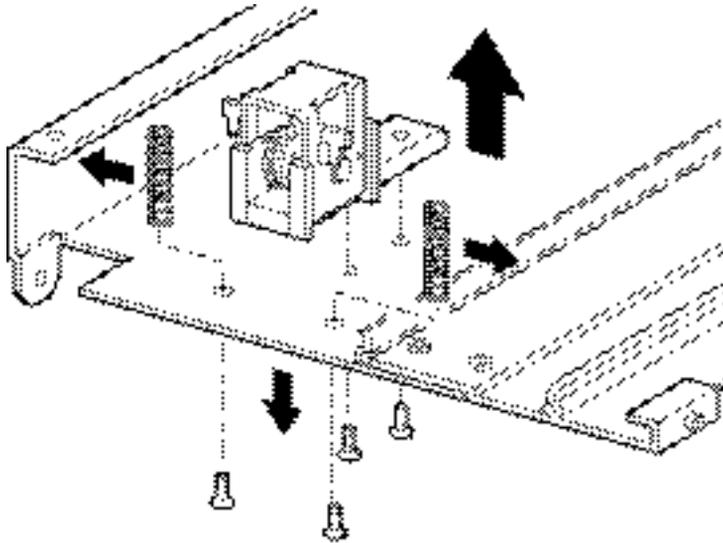

Figura 2-13. Rimozione della rampa tendicinghia e della puleggia folle
11. Fissare la rampa tendicinghia e la puleggia folle all'estensione utilizzando le due viti rimosse in precedenza (vedere la Figura 2-13).
12. Fissare le molle della rampa tendicinghia e della puleggia folle utilizzando le due viti rimosse in precedenza (vedere la Figura 2-13).